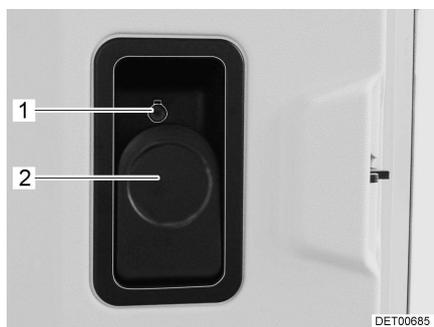

Fig. 16 Serrure de la porte cellule, à l'intérieur, verrouillée
- Tirer le levier (Fig. 16,2).
- Enfoncer le bouton de sécurité (Fig. 16,1).